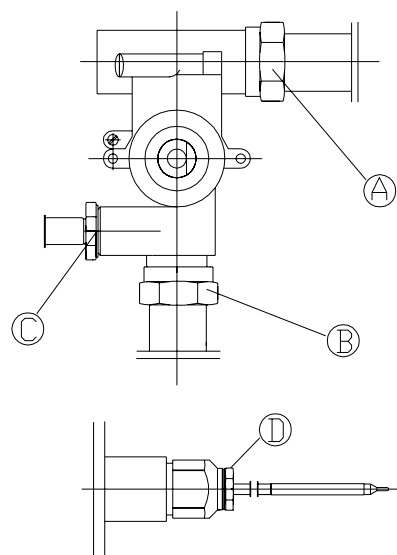

Fig. 11
a) Allentare i dadi A, B, C, e D (Fig. 11)
a) Allentare la vite B e il raccordo D (Fig. 11 e 12)